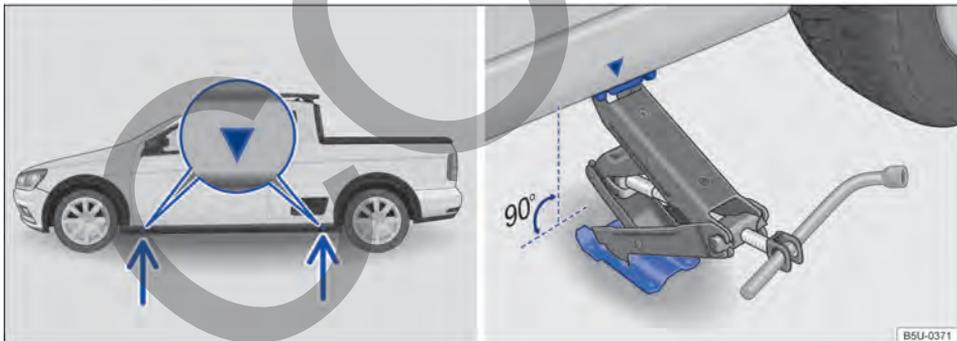

Fig. 222 Puntos de apoyo del gato y gato posicionado atrás en el lado izquierdo trasero del vehículo.
El gato únicamente puede ser posicionado en los puntos de apoyo indicados (marca en la carrocería) → fig. 222. Es válido el punto de apoyo ubicado próximo a la rueda correspondiente → ⚠.
7. Buscar debajo del vehículo el punto de apoyo del gato → fig. 222 más próximo a la rueda que se debe cambiar.
9. Garantizar que la base del gato, con toda su superficie, esté sobre el piso y que la base se encuentre perpendicularmente por debajo del punto de colocación → fig. 222.
10. Alinear el gato y, simultáneamente, levantar la garra del gato hasta que se encaje en el travesaño debajo del vehículo → fig. 222.
- Posicionar el gato únicamente en los puntos indicados. La garra del gato debe encajarse en el perfil del larguero de forma segura → fig. 222.